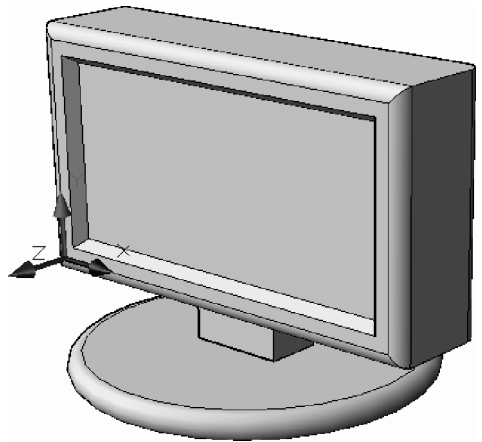

Fig. 7.10 Reliefarea conturului ecranului
14. Se reliefează obiectul imprimat pe fața solidului – vezi Fig. 7.10. Din meniul **Modify** se alege **Solid Editing**, cu opțiunea **Extrude Faces**.